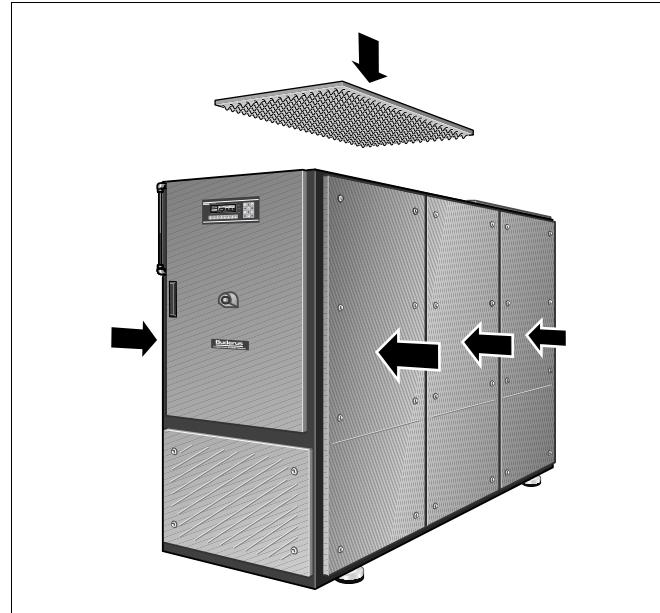

Рис. 20 Установка элементов шумопоглощающего кожуха
- Элементы шумопоглощающего кожуха, поставленные в разрозненном виде, и демонтированные части покрытия (рис. 20) снова закрепить на раме основания (зашелки под ключ с квадратной головкой).